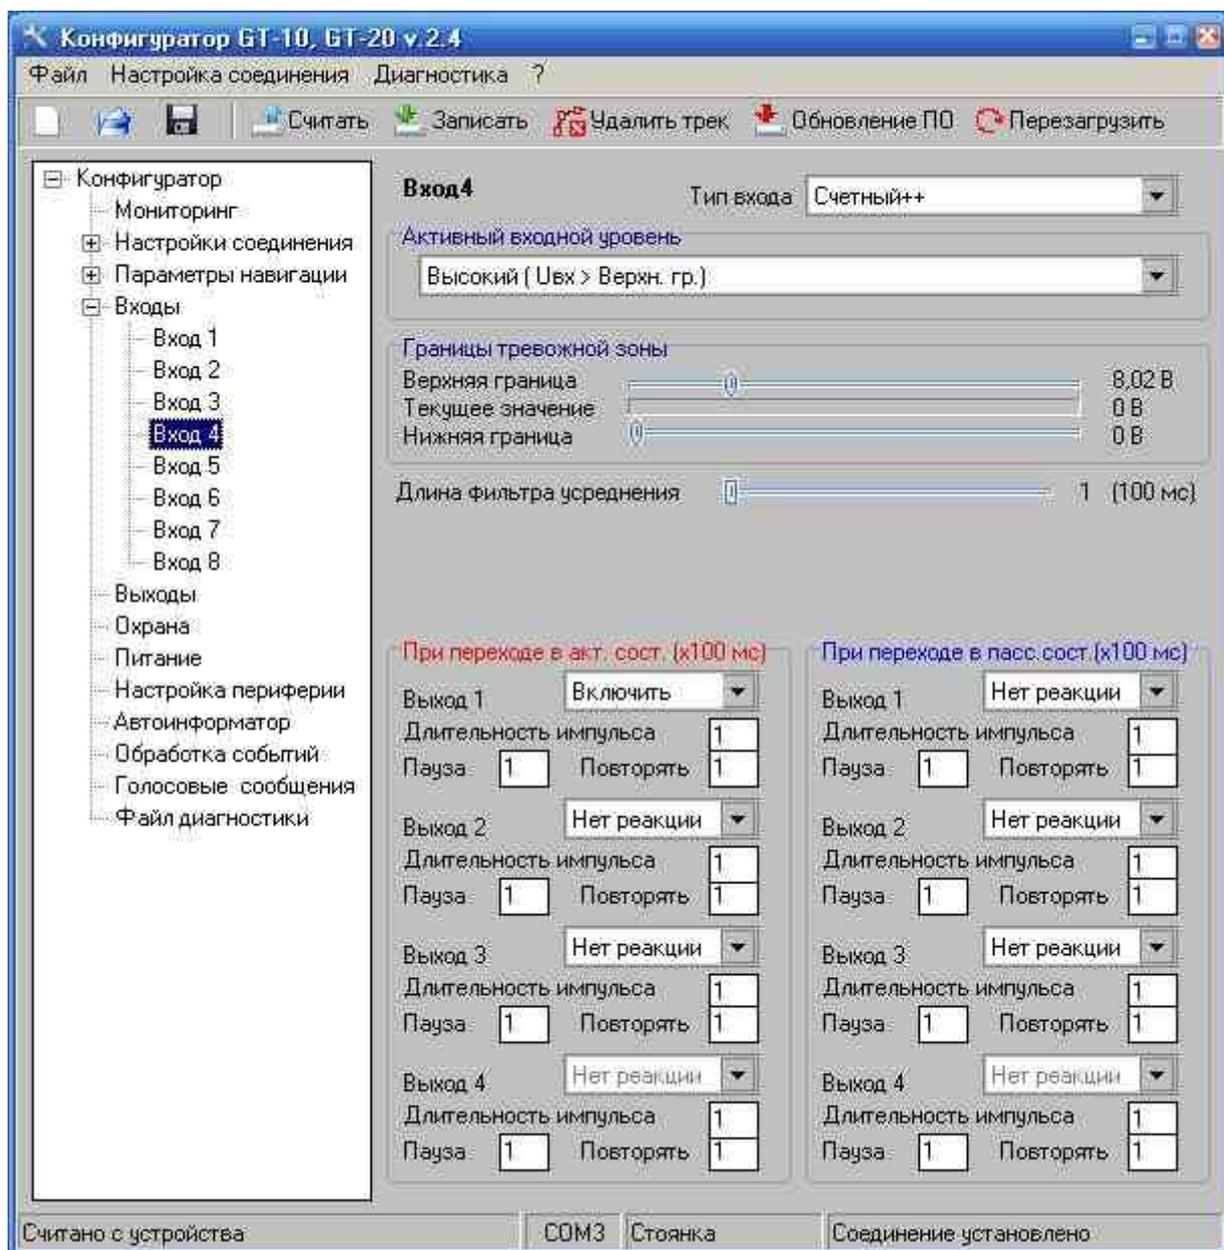

Рисунок 1
3.2. Настройки IN4 при работе с DFM (Рис.1):